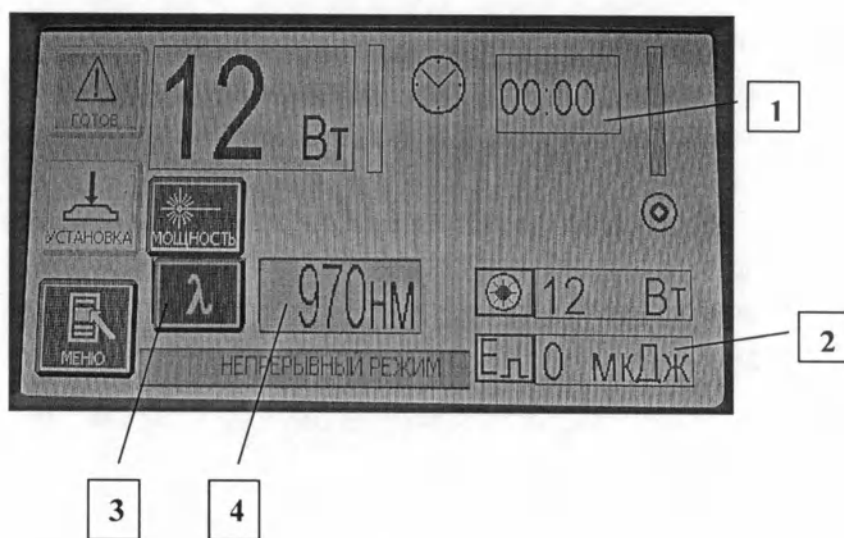

Рисунок 9. Панель управления **НЕПРЕРЫВНЫЙ** режим.
2.4.17 При нажатии на кнопку переключения длины волны рабочего излучения **3** (рисунок 9) в поле значения длины волны рабочего излучения **4** (рисунок 9) появится значение длины волны «970 нм». При повторном нажатии на кнопку **3** (рисунок 9) в поле **4** (рисунок 9) появится значение длины волны «1550 нм». После выбора значения длины волны необходимо установить требуемые параметры рабочего лазерного излучения.
2.4.18 Для работы одновременно двумя длинами волн рабочего лазерного излучения достаточно еще раз нажать кнопку переключения длины волны рабочего излучения **3** (рисунок 9) и в поле значения длины волны рабочего излучения **4** (рисунок 9) появятся значения двух длин волн. Панель управления показана на рисунке 10.